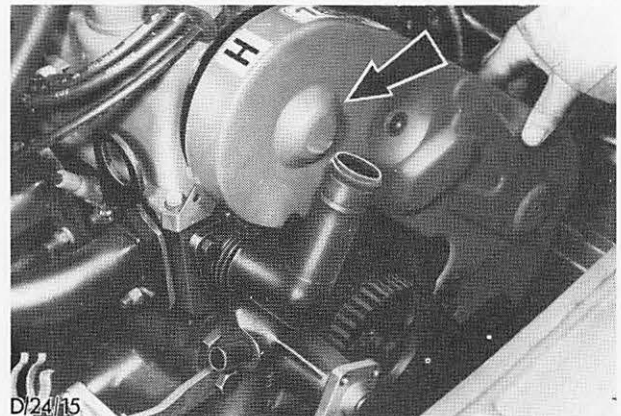

Abb. 17 Zahnriemenschutzblech bei OHC-Motoren
5. **Nur beim OHC-Motor:** Zahnriemenschutzblech abbauen (3 Schrauben), Abb. 17.